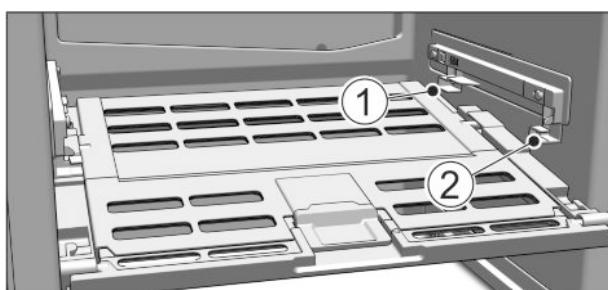

Fig. 51
- ▶ Umetanje poklopca ladice za voće i povrće: Uvedite zupce poklopca odozdo u stražnji držač Fig. 51 (1), a sprijeda umetnите u držač Fig. 51 (2) da uskoči.